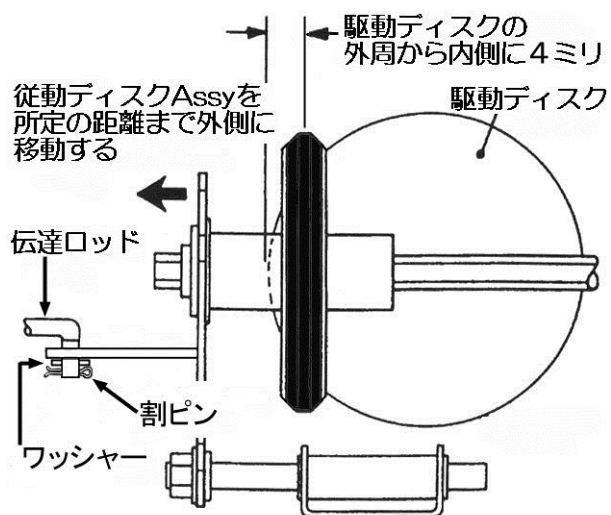
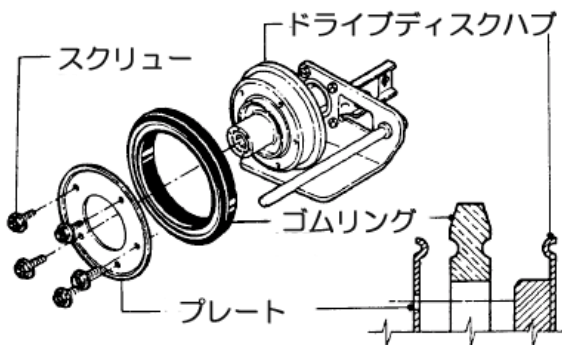

図6-9
図6-12A
4. 従動ディスクを駆動ディスクの端から3~4ミリの位置にセットします。(図6-9)
8. 変速レバーをいったん低速に入れてから高速に戻します。従動ディスクと駆動ディスクの端の距離(3~4ミリ)が狂っていないか確認します。(図6-9)
④ 従動ディスクラバーの交換
3. 駆動ディスクとゴムのリングを固定する5本のスクリューとプレートを外します。(図6-12A)
⑤ 従動ディスクのベアリングの交換
1. 伝達ロッドからピンとワッシャを取り外し、ドライブディスク Assy の穴から伝達ロッドを取り外します。(図6-9)